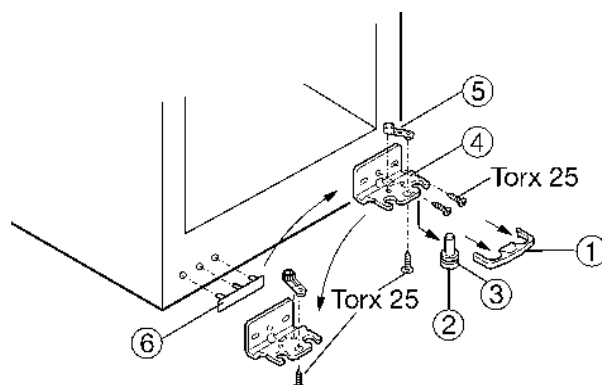

Fig. 4
- Staccare la protezione Fig. 4 (1) tirando in avanti.
- Staccare la copertura Fig. 4 (13).*
- Estrarre il perno di supporto Fig. 4 (2) tirando verso il basso e in avanti. Fare attenzione alla boccia cerniera Fig. 4 (3).
- Svitare il blocco di supporto Fig. 4 (4).
- Svitare l'elemento di supporto Fig. 4 (5) e spostarlo nel foro di alloggiamento opposto, serrarlo nuovamente.
- Staccare con cautela la copertura Fig. 4 (6) lato maniglia e spostarla sul lato opposto.
- Fissare nuovamente il blocco di supporto Fig. 4 (4) sul nuovo lato cerniere, eventualmente servendosi di un avvitatore a batteria, tramite l'asola esterna e il foro circolare.
- Montare la copertura Fig. 4 (7) sul lato opposto.*
- La protezione (1) deve innestarsi lateralmente sul blocco di supporto, per assicurare il perno di supporto e la porta.
- Innestare nuovamente la protezione (1) sul blocco di supporto.
- Applicare la boccola cerniera Fig. 4 (3).
- Spostare la vite centrale nel blocco di supporto Fig. 4 (4) in basso nell'asola libera.
- Se necessario, allineare la porta sopra le due asole nel blocco di supporto Fig. 4 (4) con il corpo esterno dell'apparecchio.